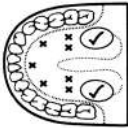

Figura 2
- Uso oral:** Coloque el termómetro bajo la lengua como indica la posición mostrada en la Figura 2. Cierre la boca y respire uniformemente por la nariz para evitar que el aire inhalado/exhalado influya en la medición.